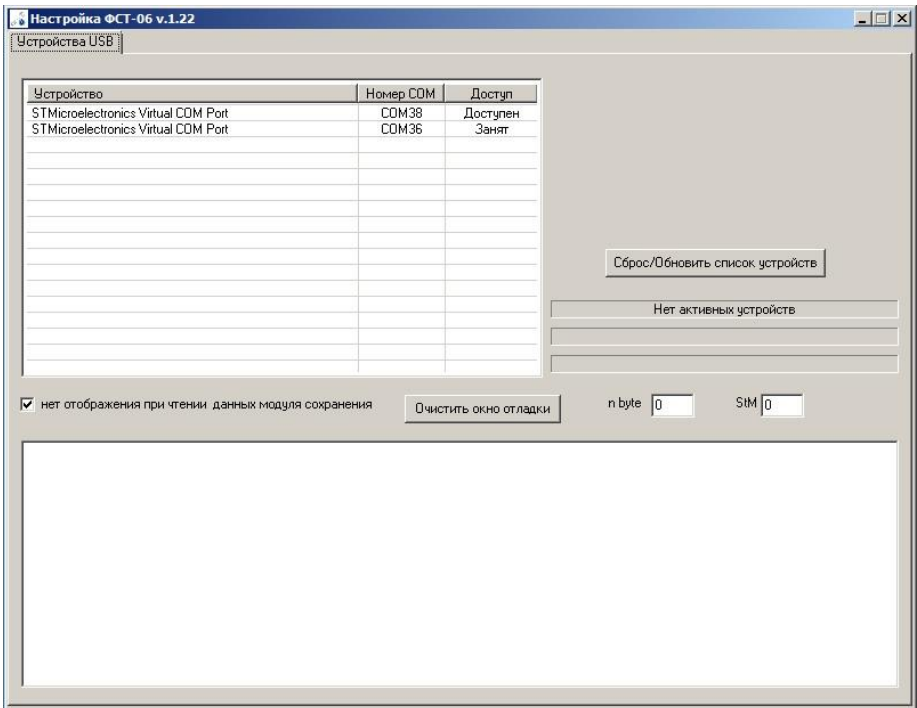

Рисунок. 8.1 Вид окна программы при запуске
8.2. При запуске программы появляется закладка Устройства USB, где отображается список устройств доступных для подключения, окно переданных/ принятых запросов, кнопки управления. Вид окна программы изображен на рис.8.1.